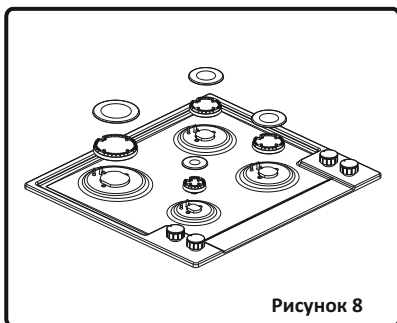

Рисунок 8
- Снимите крышку горелки и адаптер (рисунок 8).